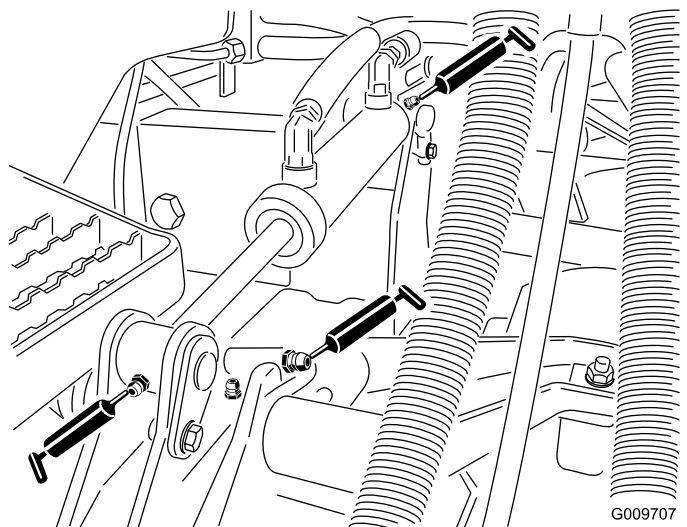

Figura 41
- Casquillos de los brazos de elevación (1 por unidad de corte), como se muestra en la Figura 41
- Casquillos de los cilindros de elevación (2 por unidad de corte), como se muestra en la Figura 41